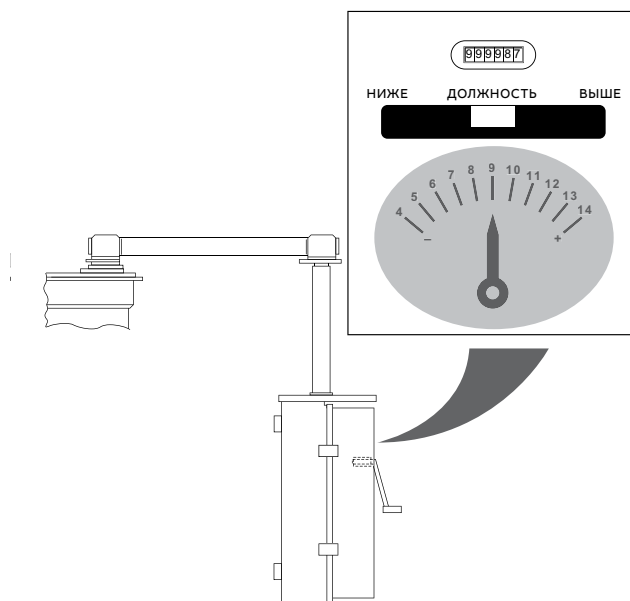
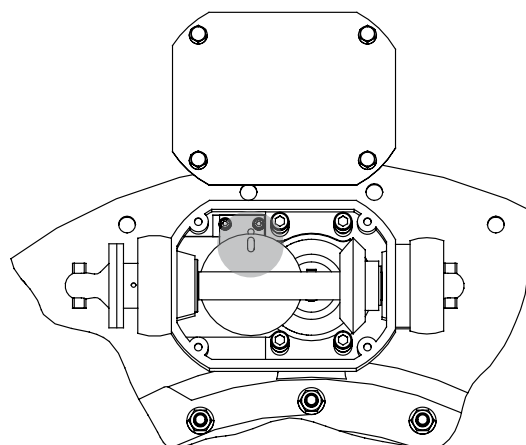

Рис. 64. Индикатор положения на механизме моторного привода
Рис. 65. Индикатор положения на устройстве РПН
Для доступа к индикатору положения снимите крышку. См. рис. 65.
23. Убедитесь в том, что индикаторы положения на механизме моторного привода (рис. 64) и устройстве РПН (рис. 65) показывают одинаковую позицию.
1. Убедитесь, что механизм моторного привода и устройство РПН находятся в одном и том же положении. См. рис. 64 и 65.
3. При помощи рукоятки переведите механизм моторного привода в положение в середине диапазона. См. рис. 64.
11. Убедитесь, что красная метка на тормозном диске останавливается в пределах допуска. См. рис. 64.
14. Убедитесь, что указатель положения на механизме моторного привода показывает то же положение, что и указатель внутри крышки устройства РПН. См. рис. 64 и 65.